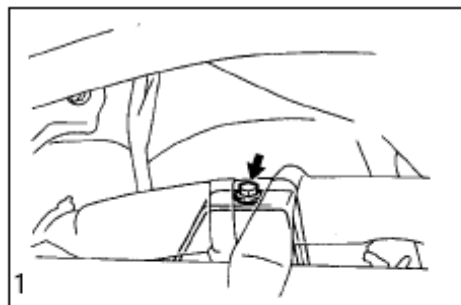
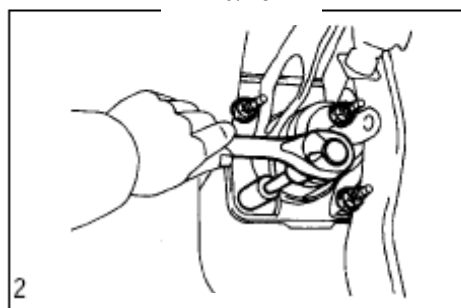

Рис. 251
Рис. 252
- (1) Открутите болт на кронштейне педали тормоза (см. рисунок 251).
- (2) Снимите разъем сигнала тормоза.
- (3) Открутите четыре гайки и кронштейн педали тормоза (см. рисунок 252).